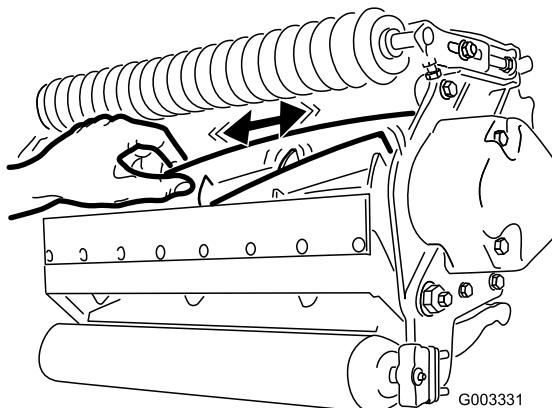

Figura 26
2. Utilizando um pano ou uma luva almofadada, segure a lâmina do cilindro e tente mover o conjunto do cilindro de um lado para outro (Figura 26).